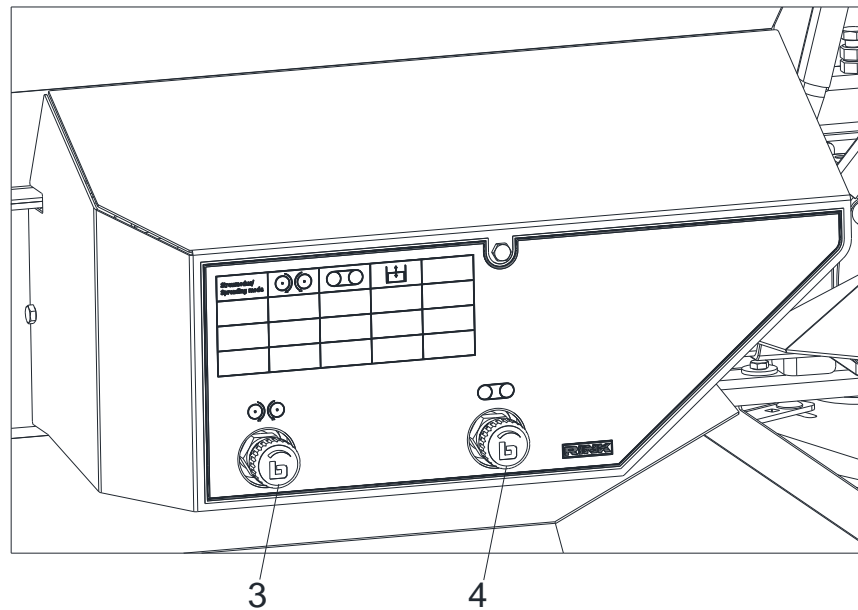

Bild 31 Analog Flow Control (evo)
3. Wenn erforderlich, die Tellerdrehzahl durch den Drehregler Tellerdrehzahl (Bild 31/3) einstellen.
5. Wenn erforderlich, die Transportgeschwindigkeit durch den Drehregler Bandgeschwindigkeit (Bild 31/4) einstellen.